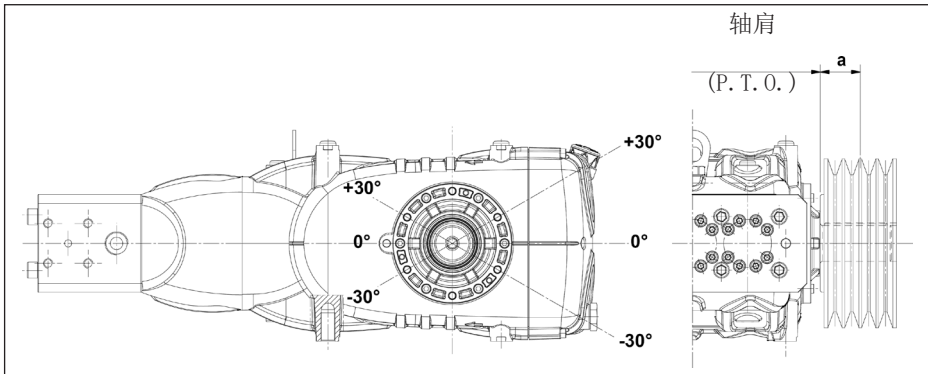

图 12
只有该载荷作用在距离轴肩（P. T. O.）的一段最大长度 $a=40 \text{ mm}$ 时，传动才被视为适当，见图12。
b) 使用高效皮带 – 例如XPB而不是SPB – 同样的功率传递，使用的皮带数量会相对少，继而图 12相对的轴肩 (P. T. O.) 的距离 “a” 也会减少。
e) 按照图 12指出的方向拉紧皮带，其他需求请联系技术部或客户服务中心。